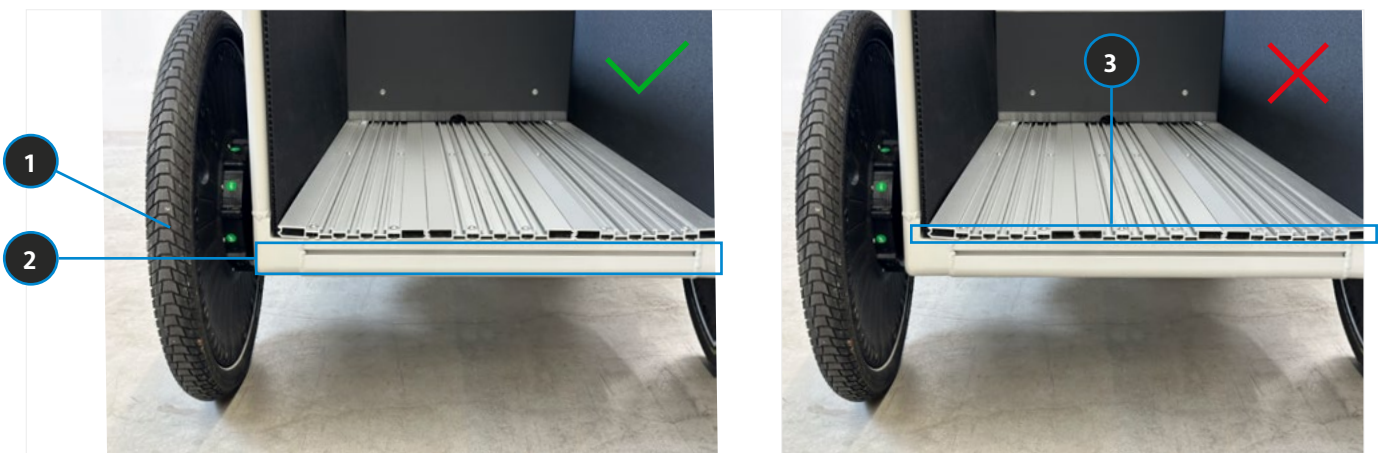

BILD 57 POSITIONIERUNG WAGENHEBER AM INTELECTRA – HINTEN
- ▷ INTELECTRA mit Wagenheber aufbocken, sodass das Hinterrad frei in der Luft hängt (ca. 5-10 cm). Die empfohlenen Positionen zum Ansetzen des Wagenhebers am Rahmen sind in Bild 57 zu erkennen.